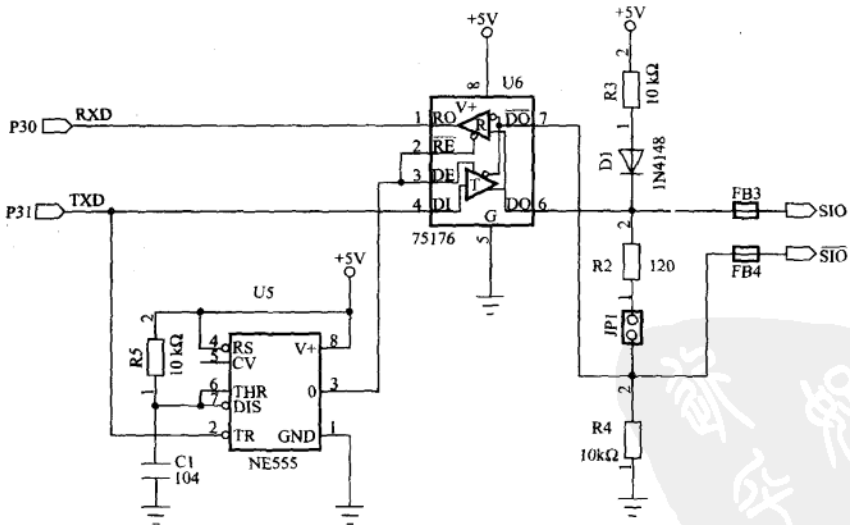

图 9-4 RS485 串行通信部分的电路图
(4) 电源稳压部分:大部分的 8051 学习板都是用 7805 配合散热片做电源稳压,这种做法成本最低,但是电源使用效率也低,如果输出入电压差过大时,散热片会很烫,几乎会有一半的电量都变成热量散失掉。在 AT2051 控制板上我们改用交换式的稳压 IC MIC4680 Switcher 开关。它是一个工作在 200kHz 的 1A 稳压器,只要配合电容电感,快速二极管以及回授分压电阻就可以组合成一个体积超小的稳压电路,值得一提的是 MIC4680 的转换效率高达 90%,就是用电池供电也是可行的。MIC4680 的输入电压非常宽广,从 6~34V 的直流都可以接受。
(5) 按键部分:从线路图上可以看到,AT2051 的按键与 LED 显示是占相同的位 (P3.7),当按下 K1 键时,LED 灯是一定不亮的。从设计上的观点来谈,LED 显示的机会始终比按下按键的机会还高,所以与其分别占用一位,不如把输入/输出点合并在一起。当输入/输出点数有所限制时,我们习惯用这种方式有效地降低实际的 I/O 数。
(6) RS485 通信电路部分:请再参考图 9-4,75176 的第 2 脚与第 3 脚分别控制 RS485 的收送状态,在电路当中,我们用一颗 555IC 做成 lms 的单击触发,当 AT89C2051 的 Start 位开始时,就把 75176 切换成输出的模式,以方便把串行信号送到传输线上。线路上我们加入电阻与二极管,主要用意是提供适当的电平以及传输线上有异常电压时,可适度保护 485 的 IC 不致损坏。
(7) 七段显示电路部分:AT2051 控制板上有两个七段显示器。显示的数值由 P1.0~P1.3 决定,这 4 个位再经过 4511,把 0~9 的 BCD 码转换成七段显示码。而显示的十位数与个位数则由 P1.5 与 P1.4 来选择。当 P1.4=1 且 P1.5=0 时十位数字点亮,当 P1.4=0 且 P1.5=1 时个位数字点亮,若 P1.4 与 P1.5 都为 0 时,显示屏就不做任何指示。这个显示电路是属于扫描 (SCAN) 的方式,也就是说:我们要不断且定时去分别点亮这两位数字,才能很清楚看到这两个字。这部分程序将在定时中断的章节中提及。
(8) 蜂鸣器驱动电路:AT2051 控制板上有一个直径为 12mm 的蜂鸣器,我们这里选定的是自我振荡型的蜂鸣器,只要在蜂鸣器两端加上超过 3V 的电压,蜂鸣器就会叫个不停。蜂鸣器是通过 2003 电流放大 IC 来控制。当 P3.4=1 且 JP3 接通时,蜂鸣器就操作,反之则停止鸣叫。